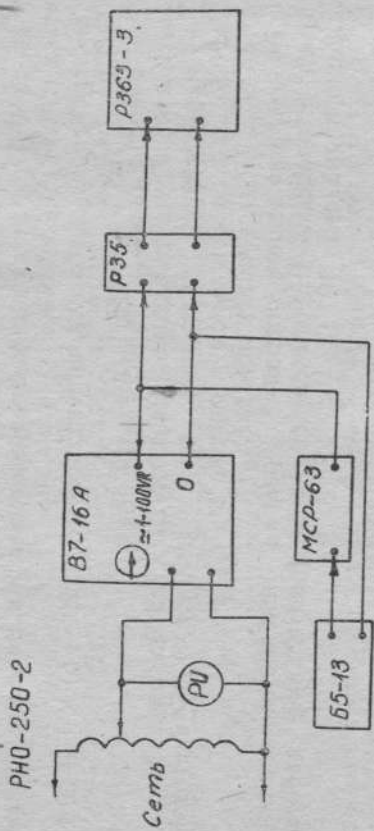

Рис. 9. Схема электрическая структурная определения значения калибровочного напряжения.
- собрать схему в соответствии с рис. 9;